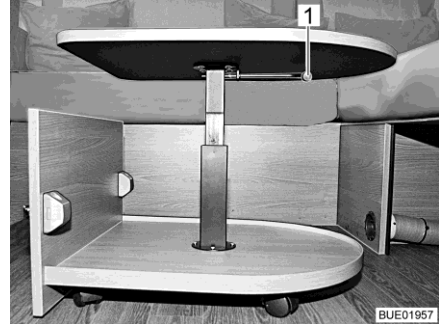

Fig. 136 Tavolino da salotto, estratto
- Ruotare di 90° verso il basso la leva di serraggio (Fig. 136,1).